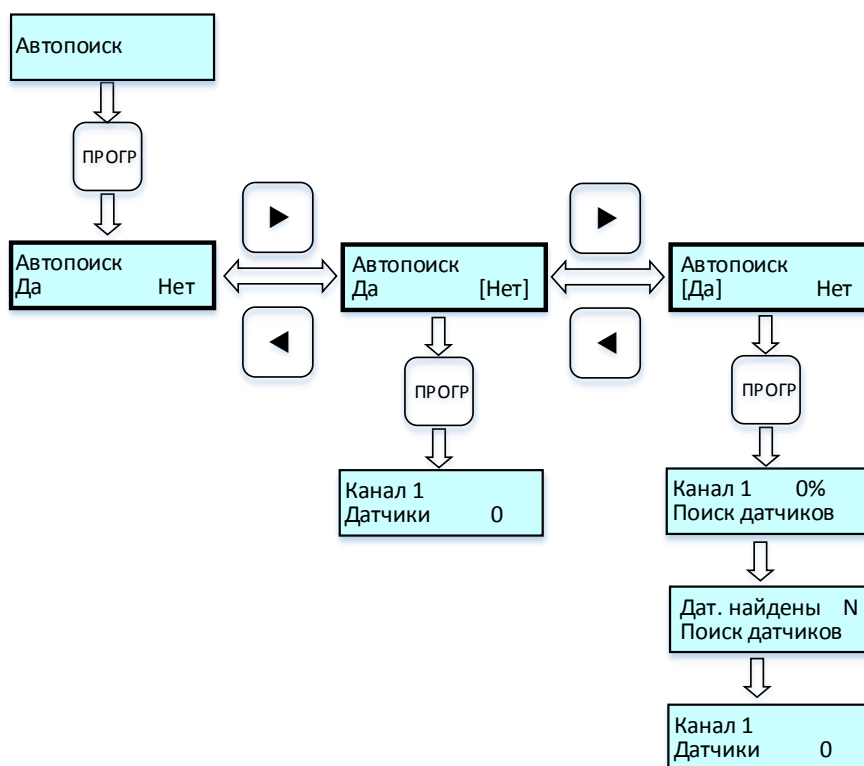

Рисунок 19 – Циклограмма выводимых сообщений на дисплей при автопоиске датчиков по Modbus адресам
- нажать кнопку «ПРОГР» для входа в меню «Автопоиск», которое представлено циклограммой *рис.19*;